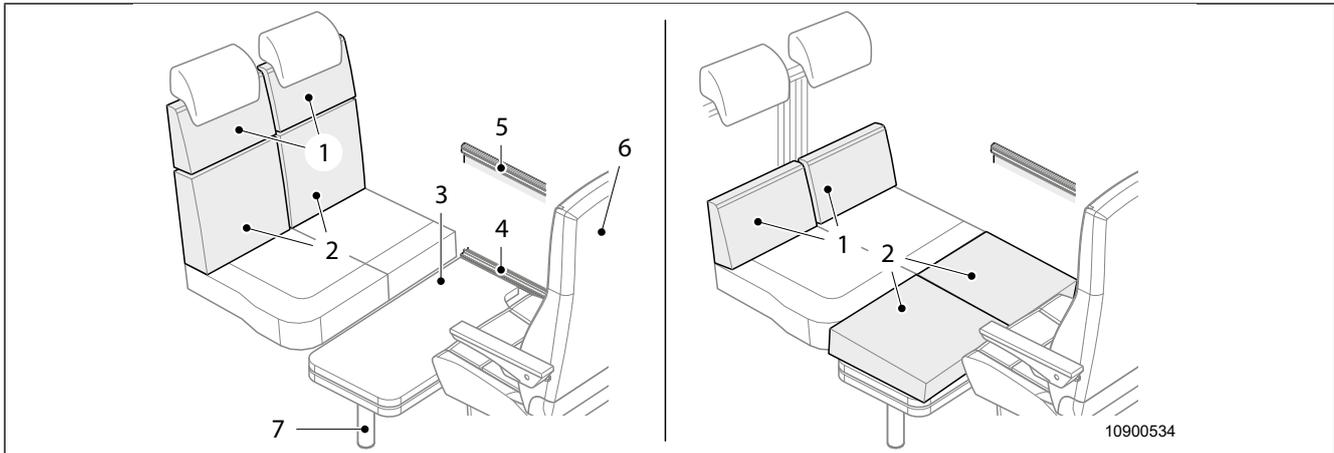

Abb. 31 Umbau Notbett
1. Fahrersitz (Abb. 31, Pos. 6) drehen. Die Rückenlehne zeigt zur Frontscheibe.
3. Tischplatte (Abb. 31, Pos. 3) rechts anheben und aus der oberen Führungsschiene (Abb. 31, Pos. 5) aushängen.
4. Schwenkbarer Einhängetisch: Unteren Teil des Tischbeins (Abb. 31, Pos. 7) entfernen.
5. Tischplatte in rechts angehobener Stellung in die untere Führungsschiene (Abb. 31, Pos. 4) einhängen.
7. Die Rückenpolster (Abb. 31, Pos. 1 und 2) der Sitzbank entnehmen und teilen.
8. Obere Teile der Rückenpolster (Abb. 31, Pos. 1) am Gestell der Rückenlehne befestigen.
9. Untere Teile der Rückenpolster (Abb. 31, Pos. 2) auf den Tisch legen.
9. Die Rückenpolster (Abb. 31, Pos. 1 und 2) der Sitzbank entnehmen und teilen.
10. Obere Teile der Rückenpolster (Abb. 31, Pos. 1) am Gestell der Rückenlehne befestigen.
11. Untere Teile der Rückenpolster (Abb. 31, Pos. 2) auf den Tisch legen.